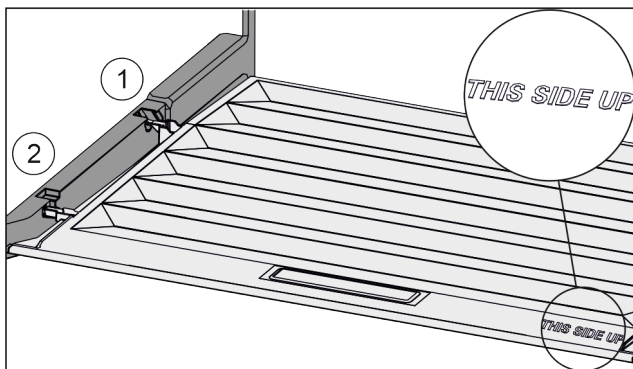

Fig. 75
- ▶ Пъхнете шийките на капака през отвора в задния държач Fig. 75 (1) и фиксирайте отпред в държача Fig. 75 (2).